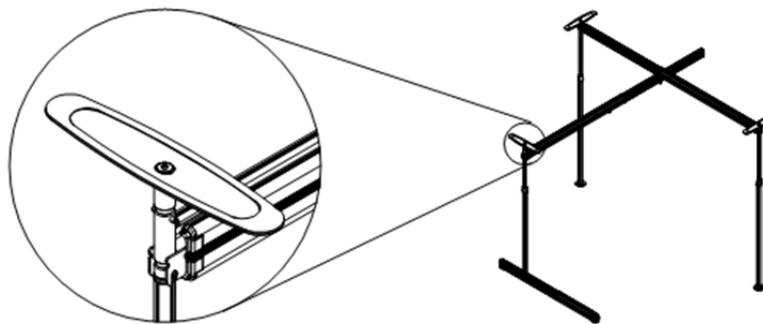

Figure 24
b) Pour l'assemblage des 3 poteaux avec la fixation au bain installée sur le rail pivotant, utilisez l'ensemble de goupilles inférieures (voir la Figure 24).